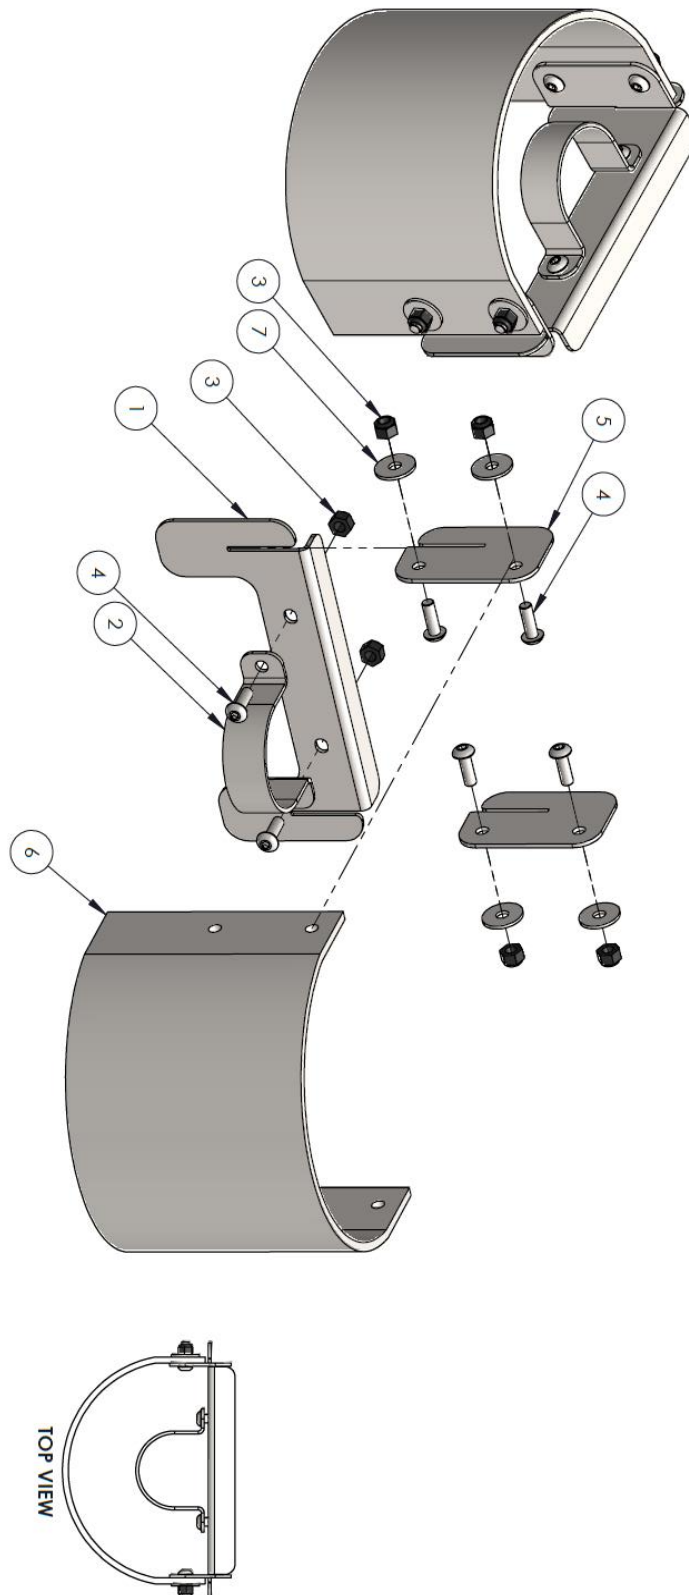

Fig 24 Composants et assemblage de l'écran anti-éblouissement
1. Les composants et l'assemblage de l'écran anti-éblouissement se trouvent à la Fig 24 à la page 34.